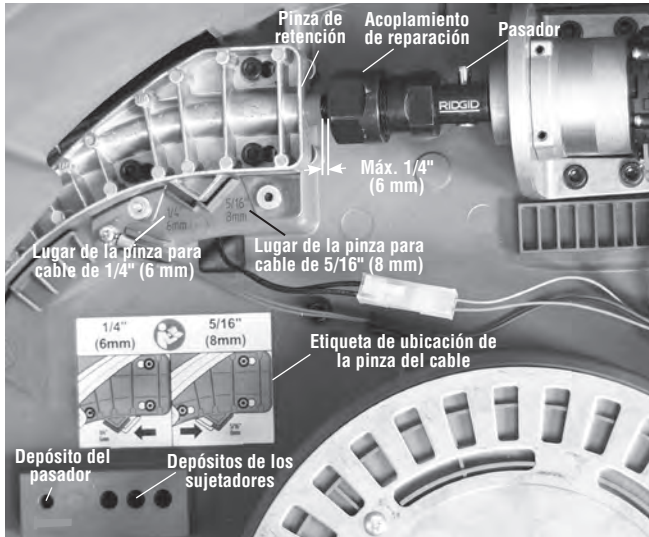

Figura 21 – Alojamiento destapado de la fresadora
14. Abra el alojamiento de la máquina según las instrucciones de la sección *Reemplazo del conjunto del cable*. Revise si hay lubricante que se haya salido en la zona de la pinza del cable y extremo del cable, y límpielo con un paño (*Figura 21*).
4. Extraiga los sujetadores de la pinza de retención del cable y extraiga la pinza de retención (*Figura 21*). Se proporciona un espacio cerca de la pinza de retención donde se pueden guardar los tres sujetadores de la pinza y el pasador de traba.
7. Proceda en sentido inverso para ensamblar la máquina. Asegure que la vaina cubra el cable. No debe quedar expuesto más de 1/4 pulgada (6 mm) de cable. *Vea la Figura 21.*
Confirme la correcta colocación de la pinza del cable cuando instale un cable. La posición de la pinza del cable cambia si se reemplaza un cable de 1/4" (6 mm) por uno de 5/16" (8 mm), o viceversa. *Vea la Figura 21.* Es importante la posición de la pinza del cable para que funcione bien el sistema I-Clutch. El ajuste del sistema I-Clutch depende del sitio de colocación de la pinza del cable.
El cable está desenchufado en el tambor.	Enchufe el cable. Vea la Figura 20 y la Figura 21.